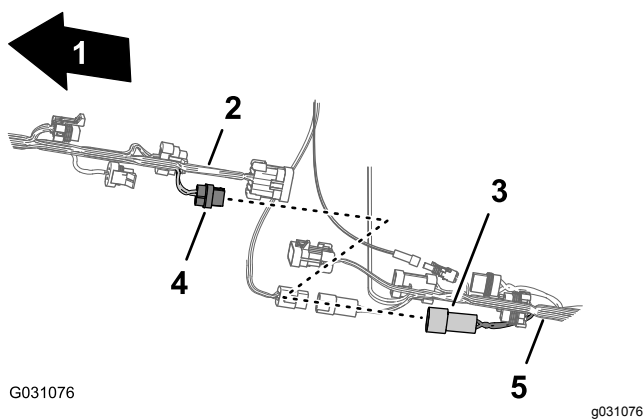

図 90
4. 前方ハーネスのすすぎポンプ用2ピンコネクタを、後方ハーネスのすすぎポンプ用2ソケットコネクタに接続する 図 90。